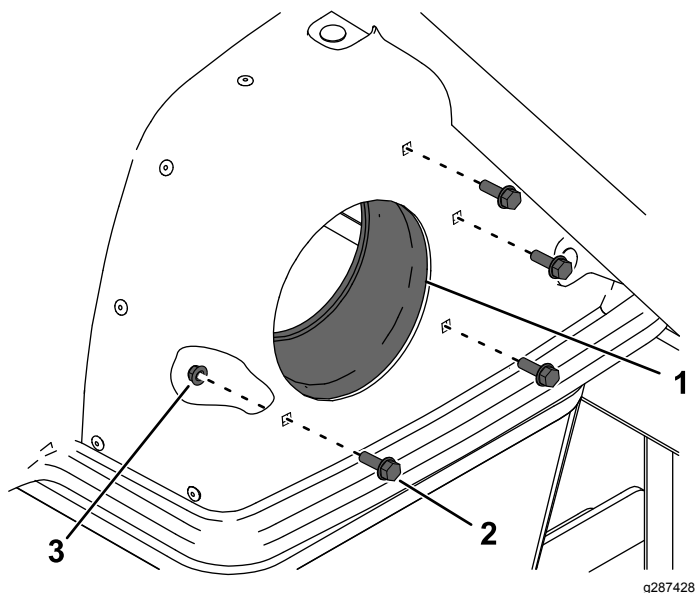

Figura 4
1. Manopola (4)
2. Morsetto del soffiatore (2)
- Sul cofano, rimuovete i 4 bulloni, i 4 dadi e l'adattatore del cofano esistenti (Figura 4).
6. Montate il nuovo adattatore del cofano inserendo 4 bulloni e 4 dadi nei nuovi fori di montaggio (fate riferimento a Figura 4). Serrate i bulloni a un valore compreso tra 10,2 e 12,4 N·m.